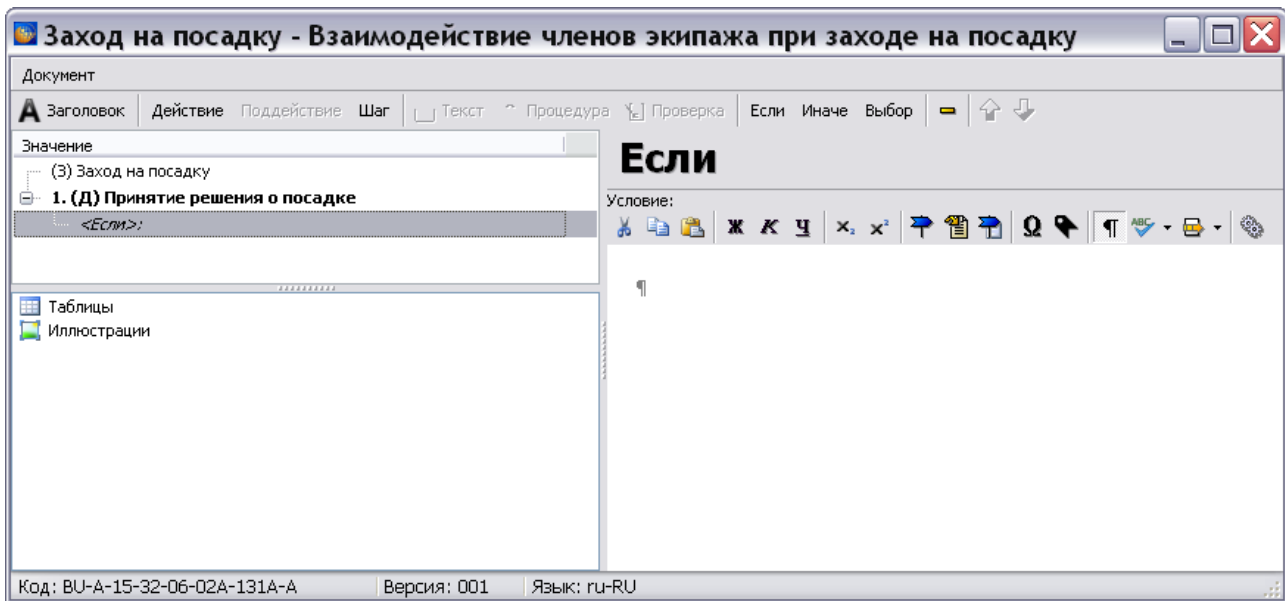

Рис. 13.15
1. В левом верхнем окне редактора выделите заголовок действия и нажмите на кнопку **Добавить условие «Если»** . В правой части редактора появится окно для ввода текста условия (Рис. 13.15).